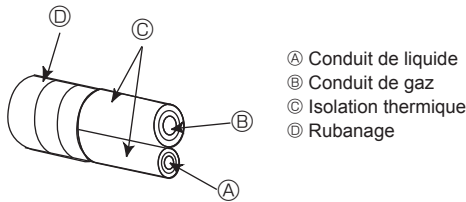
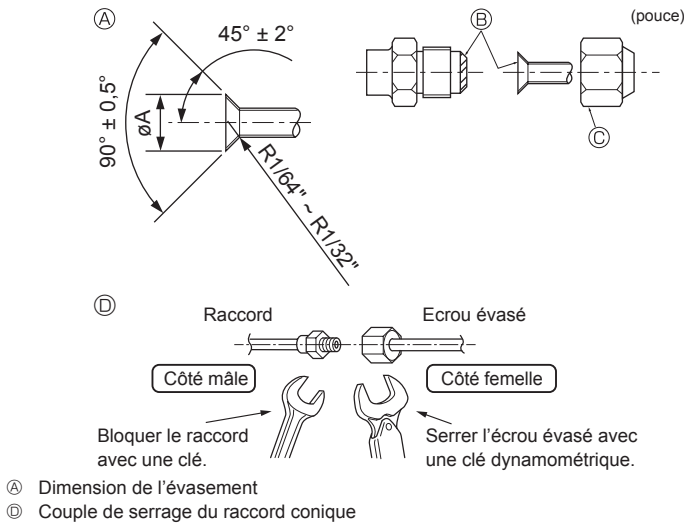

Fig. 4-5
Fig. 4-6
Ⓐ (Fig. 4-6)
4.3. Connexion des tuyaux (Fig. 4-5) (Fig. 4-6)
[Fig. 4-6]